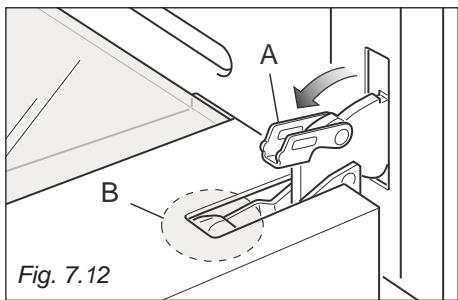
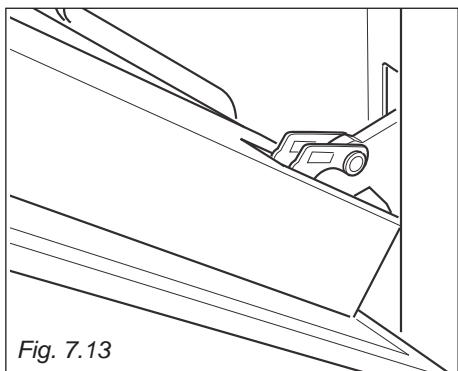

Fig. 7.12
Fig. 7.13
- Ouvrez complètement le levier "A" sur les charnières de gauche et de droite (fig. 7.12).
- Refermez doucement la porte (fig. 7.13) jusqu'à ce que les leviers "A" des charnières gauche et droite s'accrochent sur la partie "B" de la porte (fig. 7.12).